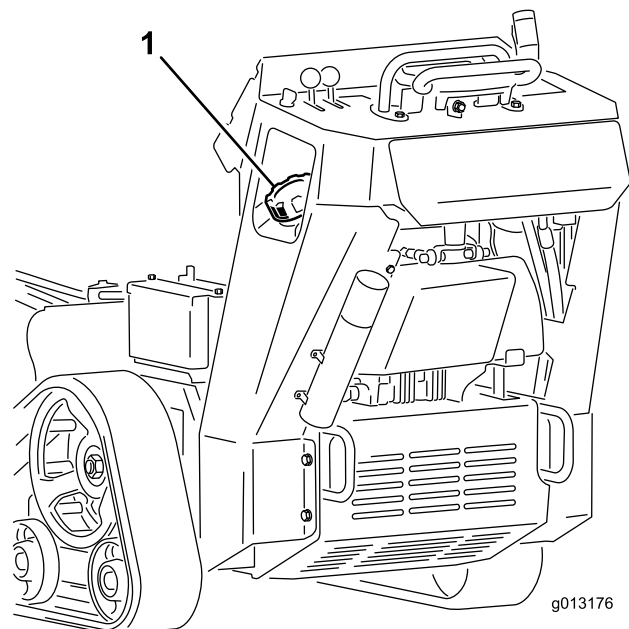

Figura 15
3. Limpe a zona em redor da tampa do depósito de combustível e retire-a (Figura 15).